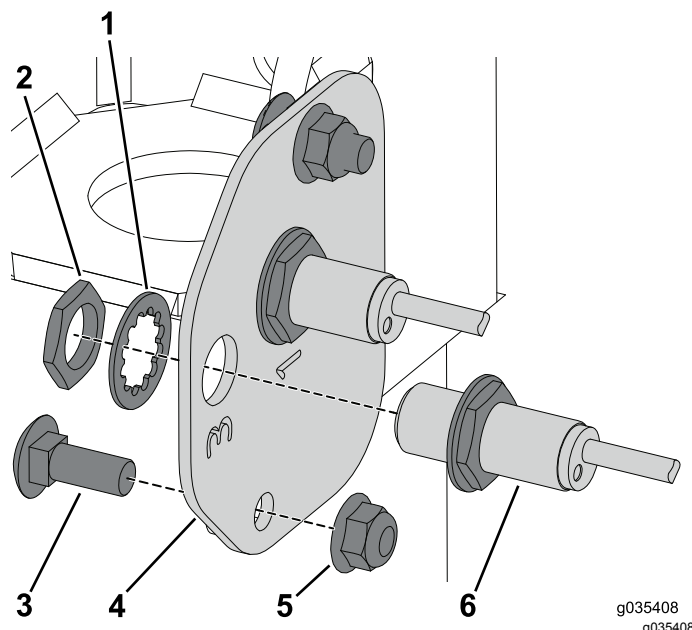

Figure 3
5. Retirez les écrous de fixation et les rondelles de l'avant des capteurs de proximité sur la plaque de capteurs droite, et mettez-les de côté (Figure 3).
7. Retirez les boulons de carrosserie et les écrous à embase qui fixent la plaque de capteurs droite au cadre (Figure 3).